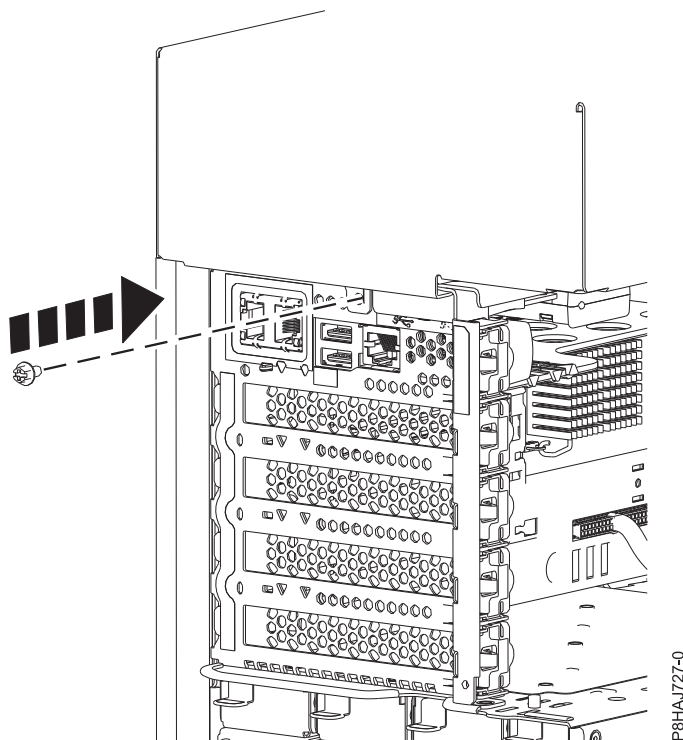

Figura 143. Col·locació del cargol de la coberta lateral model 8286-41A
5. Col·loqueu el cargol posterior de la coberta lateral amb un tornavís Phillips, tal com es mostra a la Figura 143 a la pàgina 164.